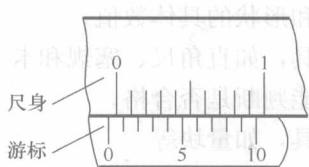

图 1.2.2 0.1mm 游标卡尺刻线原理
1) 读数值精度为0.1mm游标卡尺刻线原理。读数值精度为0.1mm游标卡尺身上每小格为1mm，当两量爪合并时，尺身上9mm等于游标上10格，如图1.2.2所示，则游标每格 $=9\text{mm} \div 10 = 0.9\text{mm}$ ，尺身与游标每格相差 $=1\text{mm} - 0.9\text{mm} = 0.1\text{mm}$ 。读数值为0.1mm的另一种刻线原理是尺身上19mm对准游标的10格，则游标每格 $=19\text{mm} \div 10 = 1.9\text{mm}$ ，尺身2格与游标1格相差 $=2\text{mm} - 1.9\text{mm} = 0.1\text{mm}$ 。这种刻线